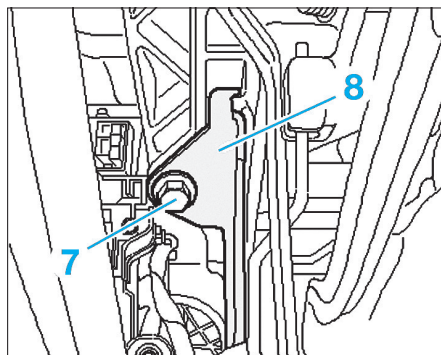

Fig. 7
- Déposer les vis de fixation (7) du renfort (8) (Fig.7).